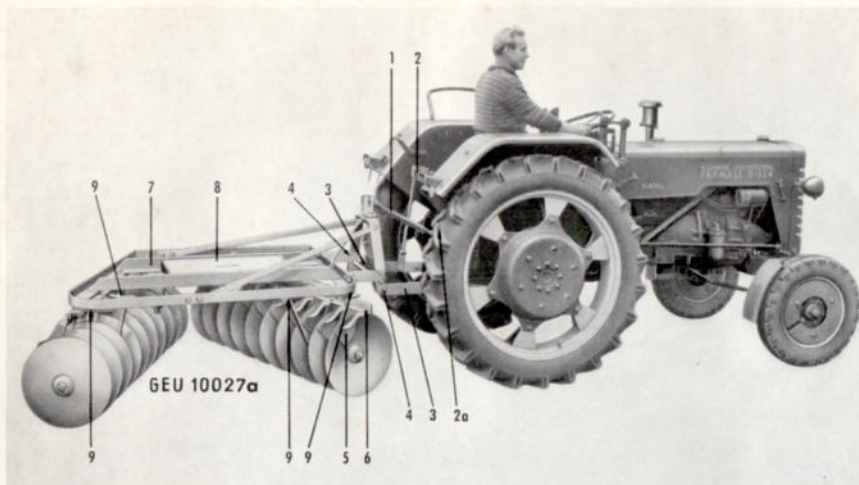

Bild 1: So ist die Scheibenegge richtig angebaut.
1. Die vier Schrauben 9 herausnehmen (Bild 1).
Bild 1 zeigt, wie die Abstreifer 5 anmontiert sein müssen.
Der Belastungskasten besteht aus dem Rahmen 7 und einem Bodenbrett 8. Die richtige Anbringung sehen Sie auf Bild 1.